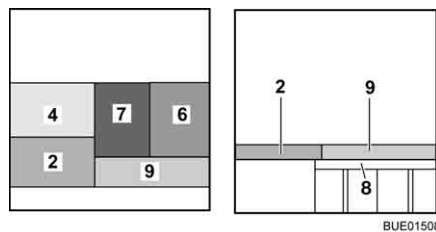

Fig. 145 Después de la transformación
- Colocar el cojín del asiento (Fig. 145,7) en el centro.
- Colocar el cojín del respaldo (Fig. 145,6) entre el cojín del asiento (Fig. 145,7) y la pared.
- Colocar el cojín adicional (Fig. 145,9) sobre el ensanchamiento de cama.
- Colocar el cojín del respaldo (Fig. 145,6) entre el cojín del asiento y la pared.